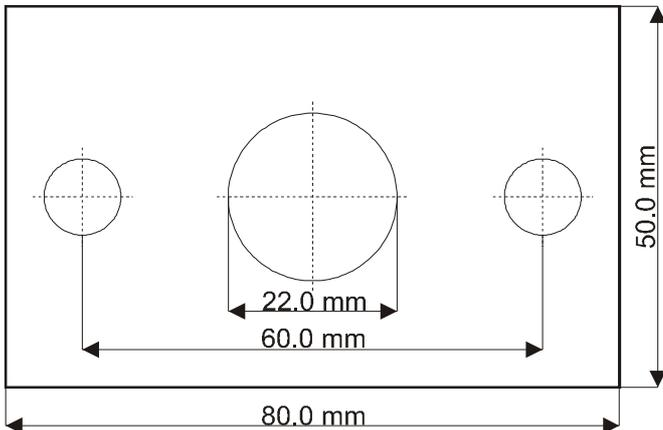

Рис. 1. Шаблон для фиксации канала
1. Для просверливания отверстий используйте шаблон на Рис.1 и затем установите фланец.